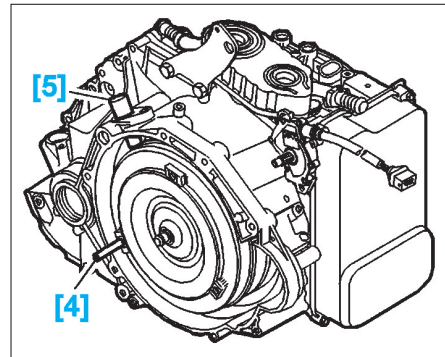

FIG. 14
- Vérifier la présence des goupilles (18).
- Positionner un des trous (19) vers le bas.
- Monter la pigne de centrage [4] sur le convertisseur (Fig.14).